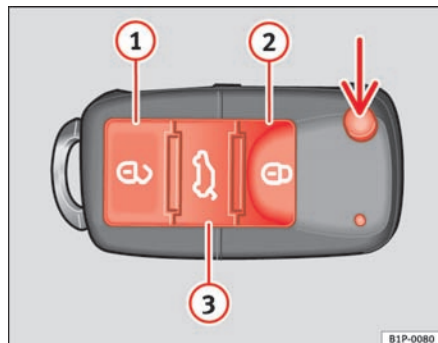

Fig. 42 Knapper på nøglen med fjernbetjening
Med knappen ⇒ fig. 42 (pil) på fjernbetjeningen kan du klappe nøglen ud.
Oplåsning af bilen  ⇒ fig. 42 ①
Låsning af bilen  ⇒ fig. 42 ②
Oplåsning af bagklappen. Tryk på knappen  ⇒ fig. 42 ③, indtil alle blink-lygter på bilen blinker et kort øjeblik. Når du har trykket på oplåsning-knappen  ③, kan du åbne bagklappen inden for 2 min. Når denne periode er gået, bliver bagklappen låst igen.
- Tryk på knappen ② ⇒ side 76, fig. 42 på fjernbetjeningen.
- Tryk på knappen ① ⇒ side 76, fig. 42 på fjernbetjeningen.